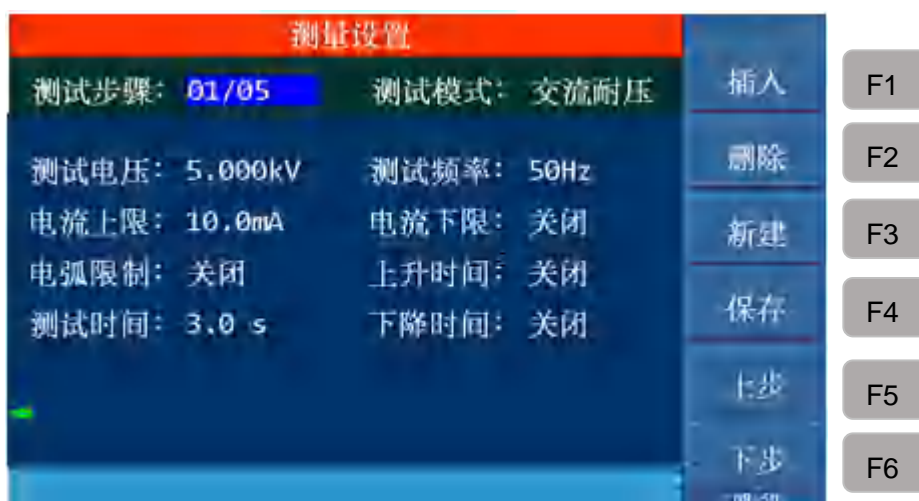

图 4-9 测量设置
- 1、按〔SETUP〕键进入图 4-9 所示测量设置界面。